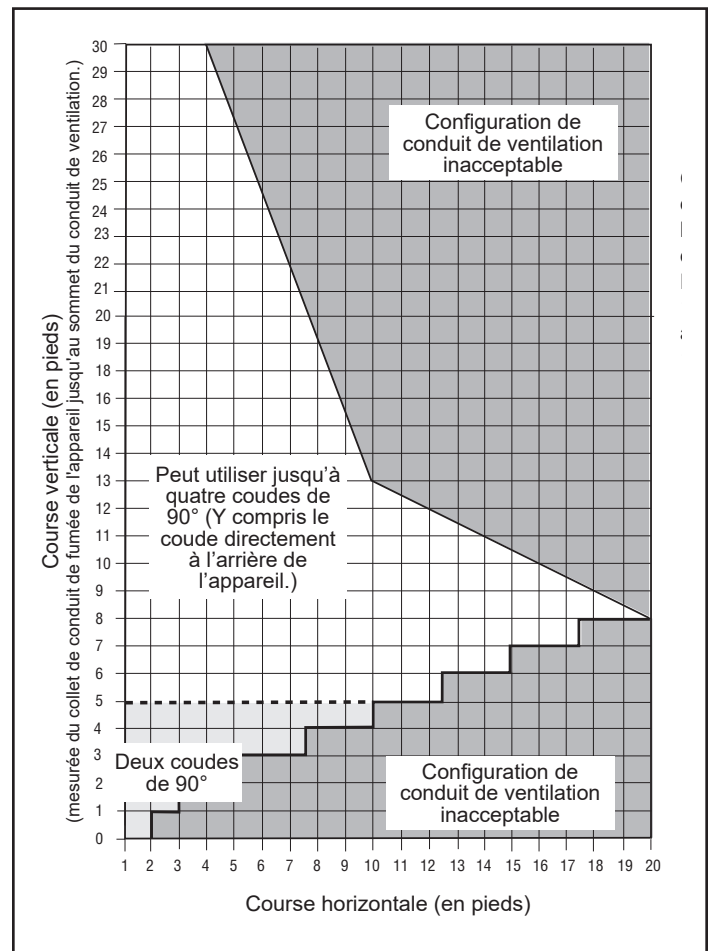

Figure 2.8 – Fenêtre de sortie de ventilation horizontale.
Sauf pour les installation à conduit de ventilation directement au travers du mur. Le conduit de ventilation doit s'élever verticalement sur une hauteur minimale de 610 mm (24 po) après le premier coude directement sur l'arrière de l'appareil et avant le deuxième coude. La longueur de la section de conduit horizontale peut atteindre 6 m (20 pi) et comprendre une section montante verticale mesurant jusqu'à 12 m (40 pi) (figure 2.8).
- La sortie des systèmes de ventilation doit être égale ou supérieure au trait épais de la figure 2.8.